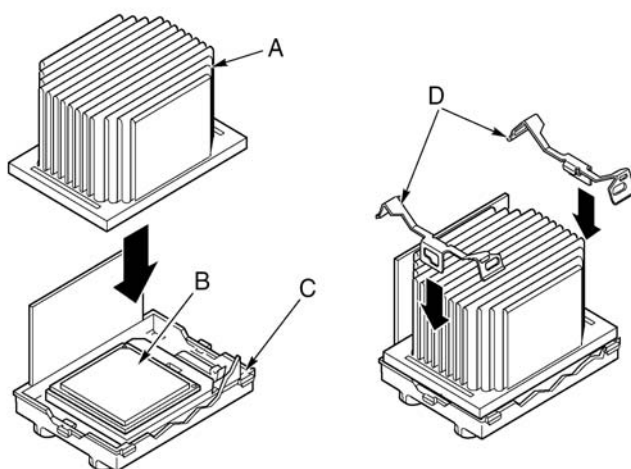

Figura 32 - Installazione del dissipatore di calore
- 6 Inserire il dissipatore di calore (Figura 32, A) nel deflettore aria e collocarlo sopra al processore.
- 7 Montare entrambi i ganci di fermo del dissipatore di calore (Figura 32, D) seguendo la procedura descritta di seguito.
- b Abbassare un'estremità del gancio sulla linguetta corrispondente situata sul modulo di fermo (Figura 32, C).